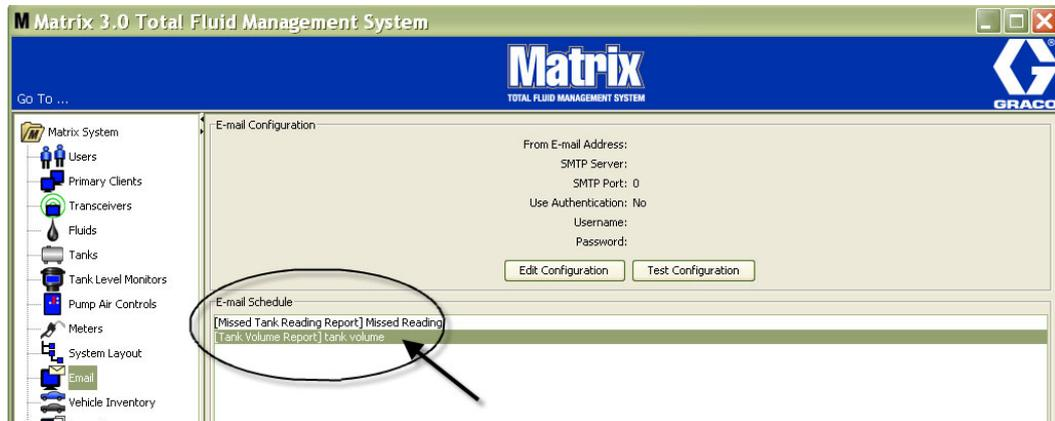

ABB. 144
3. Die von Ihnen erstellten E-Mail-Ereignisse erscheinen im Bereich „E-Mail-Zeitplan“ im Hauptfenster für die E-Mail-Konfigurierung, wie in ABB. 144 gezeigt.